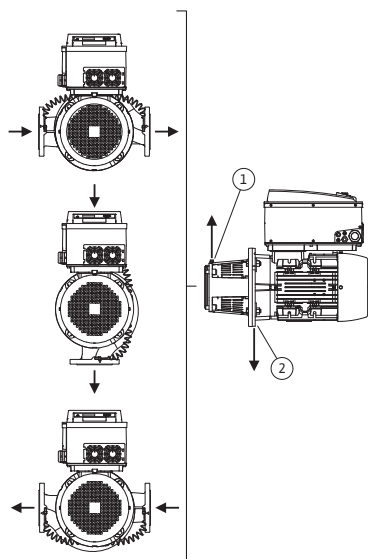
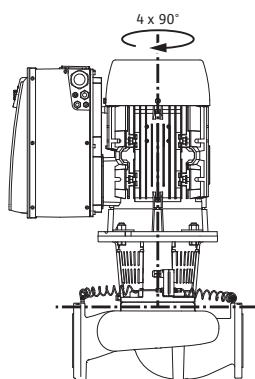

Fig. 18: Posizioni di montaggio ammesse con albero del motore orizzontale
Fig. 19: Posizioni di montaggio ammesse con albero del motore verticale
Le posizioni di montaggio ammesse con albero del motore orizzontale e modulo elettronico verso l'alto (0°) sono illustrate nella fig. 18. Non sono raffigurate le posizioni di montaggio ammesse con modulo elettronico montato lateralmente (+/- 90°). Sono consentite tutte le posizioni di montaggio tranne "modulo elettronico verso il basso" (-180°). Lo sfiato della pompa è garantito solo se la valvola di sfiato è rivolta verso l'alto (fig. 18, pos. 1).
Solo in questa posizione (0°) il condensato formatosi può defluire attraverso il foro presente, lanterna della pompa e motore (fig. 18, pos. 2).
Le posizioni di montaggio ammesse con albero del motore verticale sono illustrate alla fig. 19. Sono consentite tutte le posizioni di montaggio tranne "Motore verso il basso".
- La valvola di sfiato sulla lanterna (fig. 6, pos. 1.31) in caso di albero del motore orizzontale deve sempre essere rivolta verso l'alto (fig. 12). In caso di albero del motore verticale è permesso ogni orientamento. Vedere a questo riguardo anche Fig. 18: "Posizioni di montaggio ammesse con albero del motore orizzontale" a pagina 143 e Fig. 19: "Posizioni di montaggio ammesse con albero del motore verticale" a pagina 143.
- Con albero del motore orizzontale è necessario che il foro di condensa sia rivolto verso il basso (fig. 18, pos.2). Eventualmente il motore deve essere ruotato corrispondentemente.